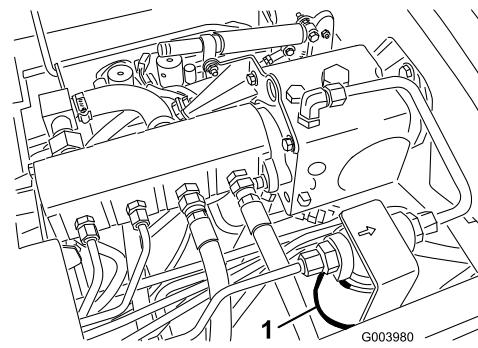
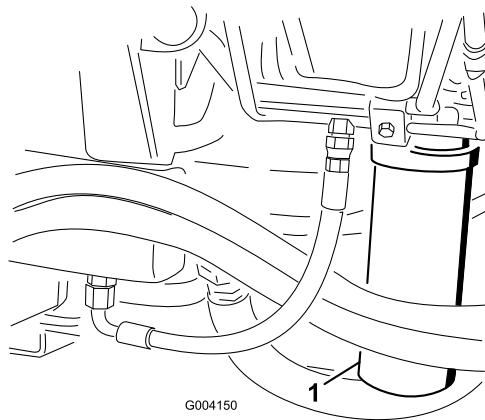

Figure 79
Figure 80
2. Nettoyez la surface autour de la zone de montage du filtre et placez un bac de vidange sous le filtre (Figure 79) et (Figure 80).